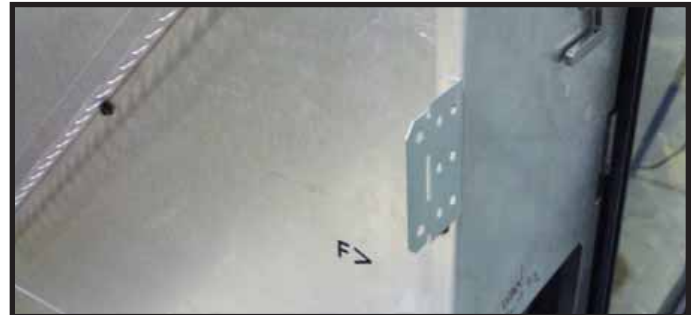

Figure 6.4 Languette à clouer pliée vers l'extérieur pour l'installation
- Recourbez de 90 degrés vers l'extérieur les languettes à clouer. Voir la figure 6.4.